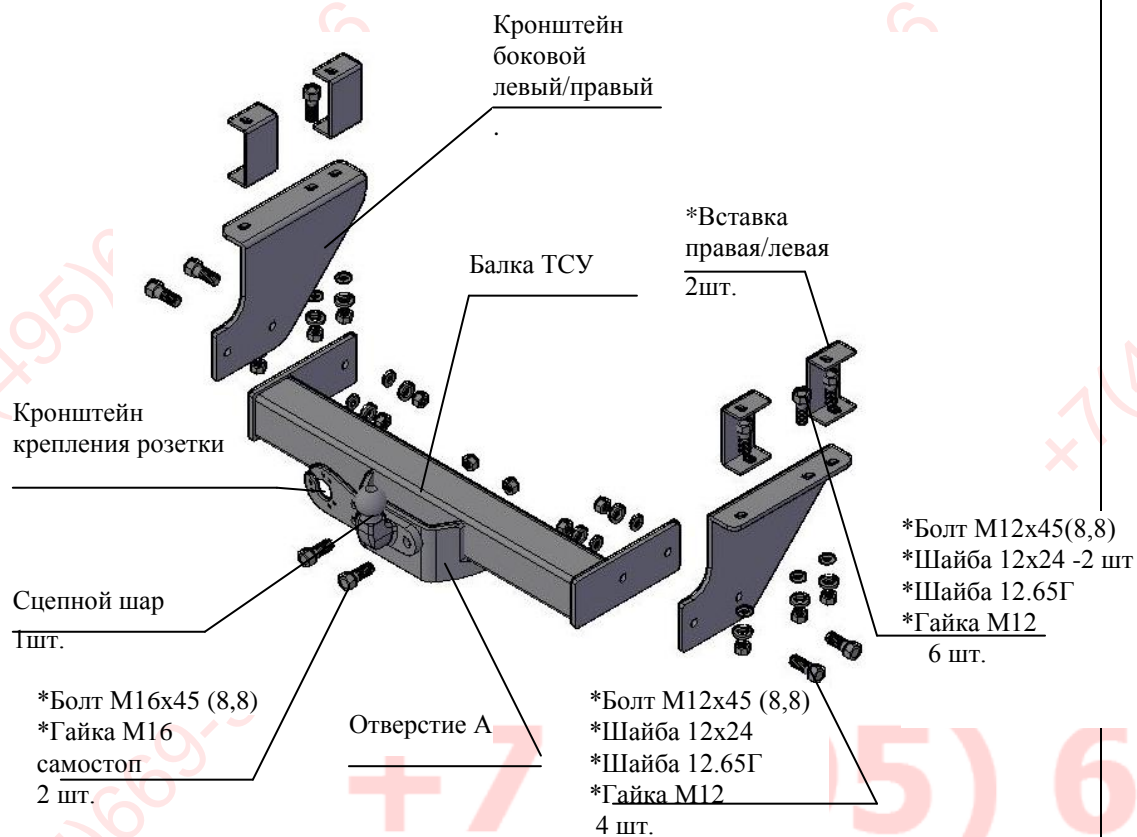

Рис.1 Тягово-сцепное устройство 9650 .
2.1 ТСУ 9650 в сборе (рис.1)	1 шт.
2.2 Пакет с комплектующими (см. рис.1)	1 шт.
4.1 Закрепить боковые кронштейны ТСУ к нижним полкам рамы а/м болтами М12х45 и гайками М12, вставив внутрь рамы вставки правые и левые по 2 шт соответственно рис.1, подложив под головки болтов шайбы 12х24, под гайки –шайбы 12х24 и шайбы 12.65Г. К верхним полкам рамы крепить вставки, используя штатный крепеж. Крепеж не затягивать.